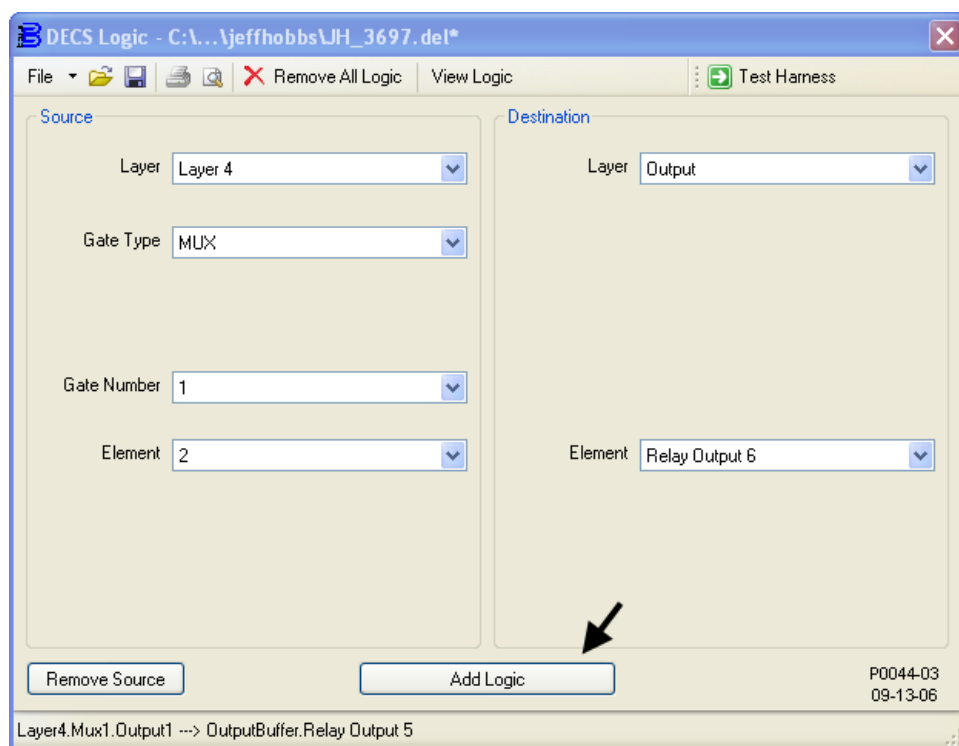

Figure 9-24. Ajout de OutputBuffer – Layer4.Mux1.Output2 ---> Relay Output6
- Les paramètres de la fenêtre Logique du DECS associés à cette étape sont illustrés sur la Figure 9-24. Connectez la sortie 2 du multiplexeur 1 sur la couche 4 au tampon de sortie Sortie Relais n°6. Dans le Tableau 9-2, cette association est identifiée par le code logique suivant : « DESTINATION: OutputBuffer – Layer4.Mux1.Output2 → Relay Output6 ».